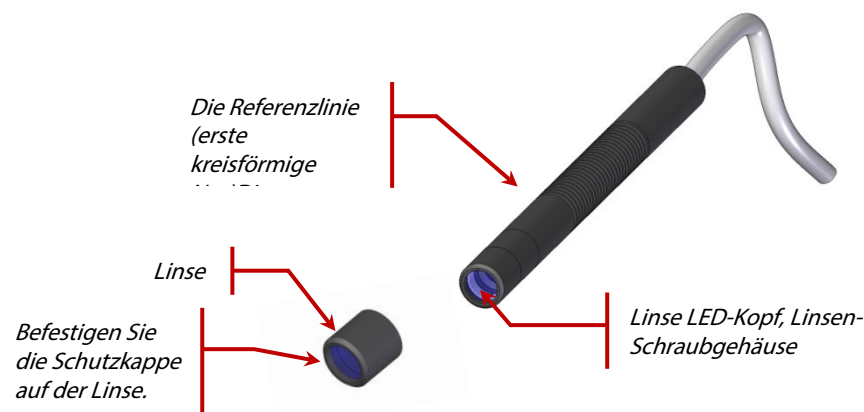
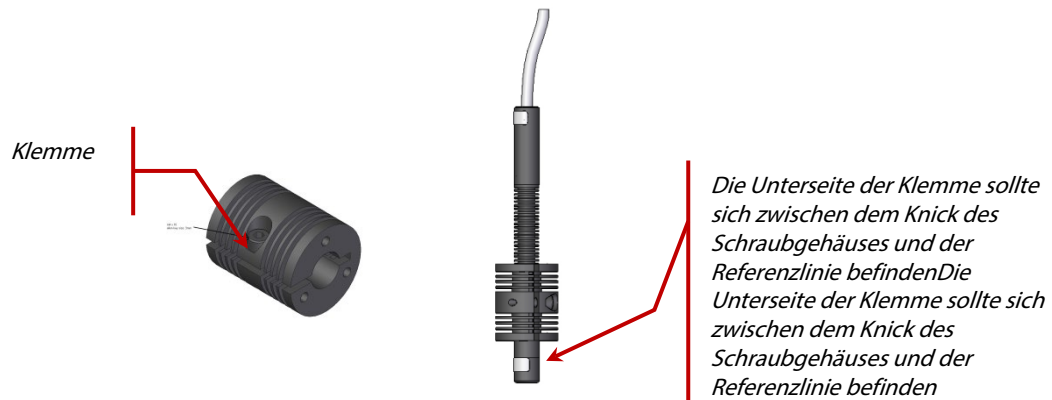

Abbildung 4 Linse/LED-Kopf-Anschluss
Abbildung 5 Empfohlene Klemmenposition
6. Montieren Sie die mitgelieferte Befestigungsklemme mit den 3 metrischen Gewindebohrungen oder den 3 Zollgewindebohrungen an der vorhandenen Befestigung. Die beiden Stirnseiten des Befestigungswinkels mit den metrischen und zölligen Gewindegrößen sind gekennzeichnet. Obwohl die Klemme für eine optimale Wärmeableitung in jeder Position auf dem Kopf angeordnet werden kann, wird für eine optimale Leistung empfohlen, dass die Klemmenposition auf dem Kopf der in Abbildung 5 entspricht.
Wenn nicht in Betrieb, setzen Sie die Kappe wieder auf, indem Sie die Abdeckkappe festhalten und wieder auf den Kopf drücken. Dadurch wird eine Verunreinigung der Linse verhindert, wenn der Kopf mehr als einen Tag lang nicht verwendet wird. Siehe Abbildung 4.
2. Schieben Sie die Klemme über das Linsengehäuse und auf den Kopf und ziehen Sie die Verschlusschraube fest. Für eine optimale Leistung und einfachen Austausch der Linsen positionieren Sie die Klemme so, dass die Unterseite der Klemme sich zwischen dem Knick des Linsengehäuses und der Referenzlinie (erste kreisförmige Nut) auf dem Kopfgehäuse befindet. Siehe Abbildung 4 und Abbildung 5.
Halten Sie den Kopf fest, schrauben Sie das Linsengehäuse ab und tauschen Sie es gegen die gewünschte Ersatzlinse aus. Siehe Abbildung 4.